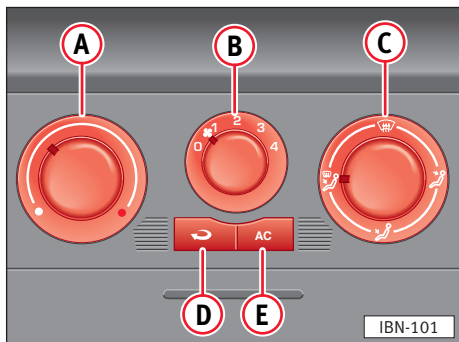

Fig. 86
- Girar o ajuste giratório **(C)** na zona entre a distribuição de ar "zona de descanso dos pés" e "degelo" ⇒ fig. 86.